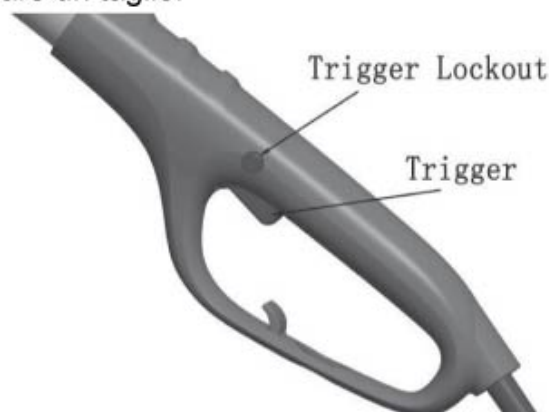

Figura 9
5. Per effettuare il taglio, premere il blocco del grilletto e premere il grilletto(**vedere Figura 9**). In questo modo si accende il tronccarami,